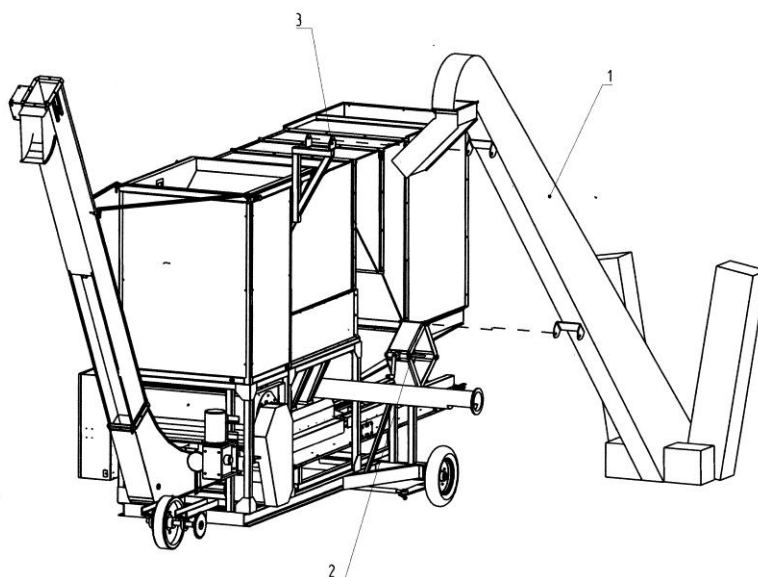

Рис.7
- Установить и закрепить транспортер-загрузчик 1 (рис.7) к соответствующим кронштейнам подъемника 2 (рис.7) и верхнего шарнира 3 (рис.7). Подключить электродвигатель загрузчика соответствующим электрическим кабелем.